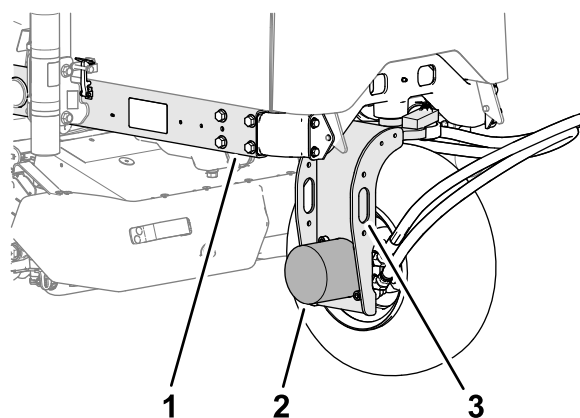

Figura 55
2. Fixați echipamentul de ridicare la inelul de legare al furcii roii din spate (Figura 55).